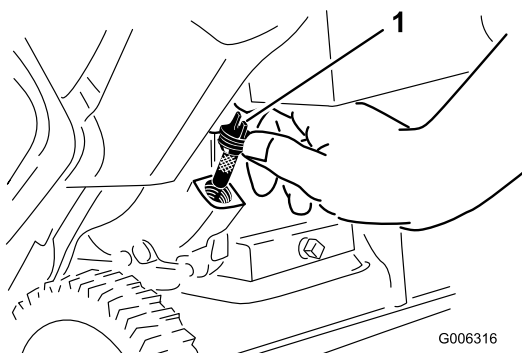

Figure 29
6. Nettoyez la surface autour du bouchon de remplissage d'huile (Figure 29).
7. Dévissez et retirez le bouchon de remplissage (Figure 29).